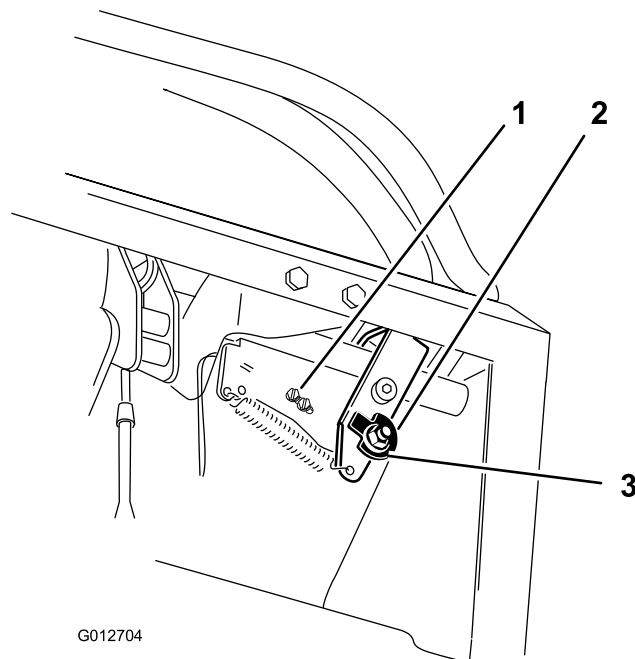
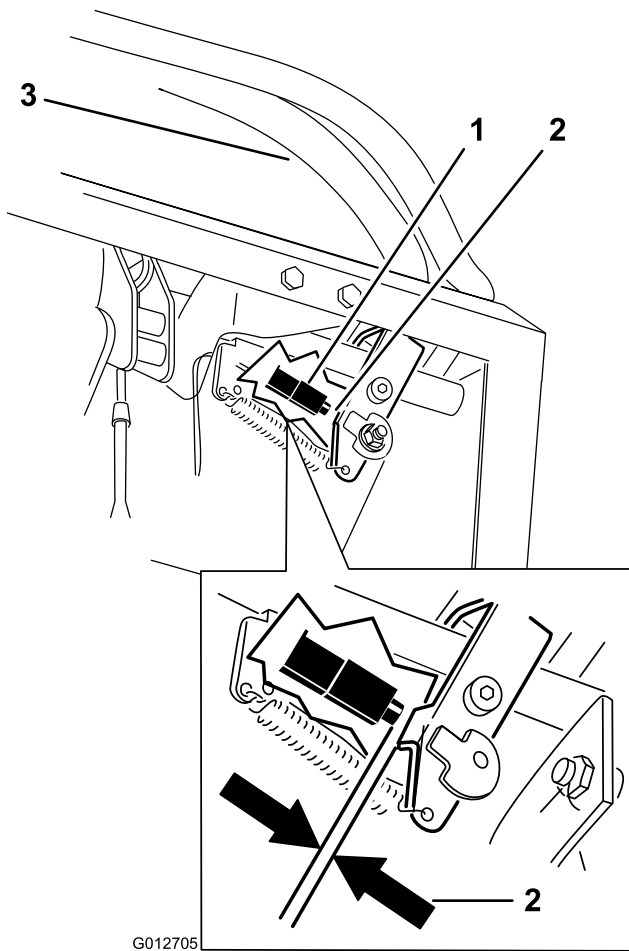

Figura 70
Figura 71
10. Compruebe la distancia entre la palanca de control y el interruptor, según se muestra en Figura 71. El espacio debe ser de 3 mm con la palanca de control de movimiento derecha en la posición de bloqueo/punto muerto.
11. Si es necesario, afloje los tornillos que sujetan el interruptor, y ajuste el interruptor (Figura 70 and Figura 71).
7. Afloje la tuerca que sujeta la leva (Figura 70).